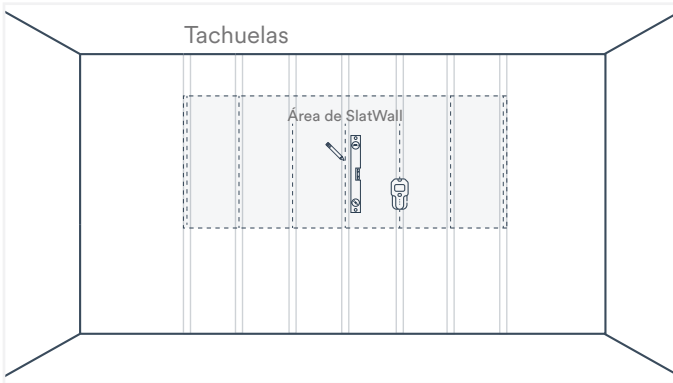
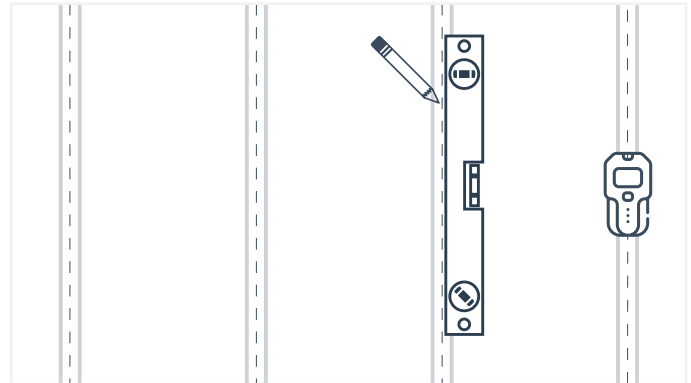

Fig. 25
Fig. 26
2. Dentro del área de instalación de SlatWall, ubique y marque cada montante de la pared con un detector de montantes (Fig. 25). Use un nivel y un lápiz para marcar cada montante desde la parte superior hasta la parte inferior del área de instalación, asegurándose de que cada línea esté a plomo (Fig. 26).